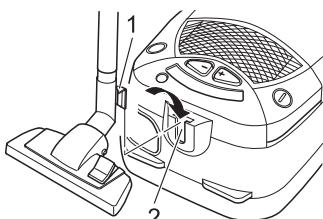

Abb. 16
■ Zum **Abstellen** oder bei Arbeitspausen können Sie den Park-/Verstauhaken (Abb. 16/1) in die Parkhalterung (Abb. 16/2) einhängen.